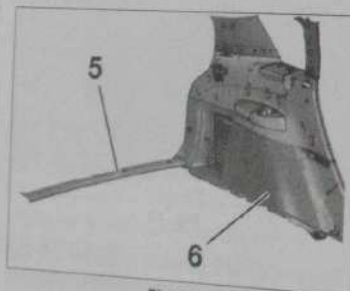

Fig. 76
- Déposer la barre de seuil de chargement (5) (Fig. 76).
- Déposer la garniture d'aile arrière (6).